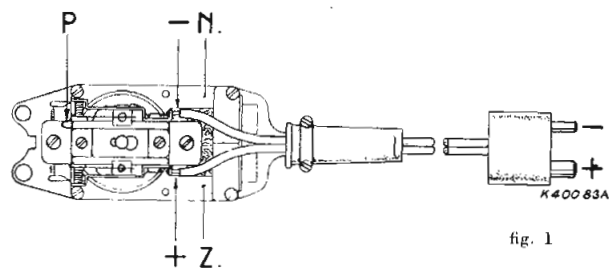

fig. 1
Bij bovengenoemd droogscheerapparaat is teneinde het samenstellen van het lagerblok te vergemakkelijken, op het blok van „Philite” een nokje aangebracht (zie „P” in fig. 1). De stiften voor het bevestigen van de borstelveren moeten in het blok van „Philite” worden geschroefd en wel in de schroefgaten, die zich het dichtst bij het nokje P bevinden. Het codenummer van het lagerblok zonder borstelhouders (pos. 15 in de service-documentatie) is gewijzigd in A4 760 80.0.